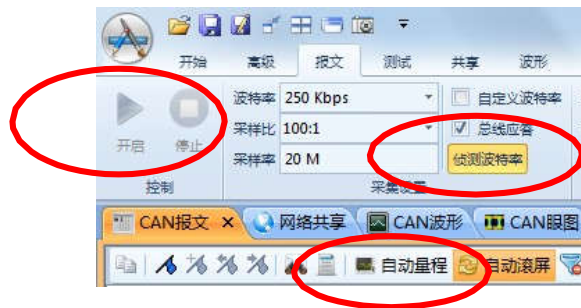

图 5.1 启动 CANScope 进行报文接收
1. 打开 CANScope，在 CAN 报文界面点击开启，这时 CANScope 默认进行一次匹配波特率和示波器自动量程，可以切换到 CAN 示波器界面，等待自动量程结束后。如图 5.1 所示。